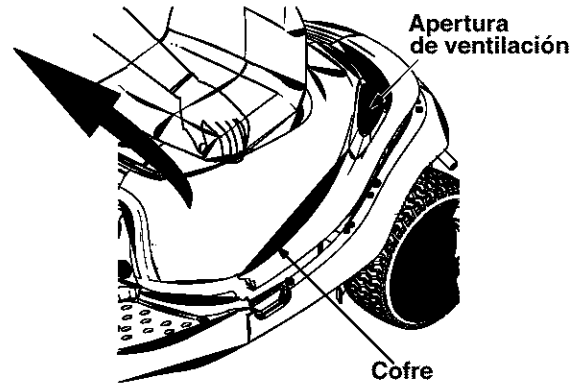

Figura 2
1. Para llegar hasta la batería, levante el cofre desde la parte izquierda solamente. Párese del lado derecho de la unidad y jale el cofre hacia usted hasta que se abra por completo. Ver Figura 2 .